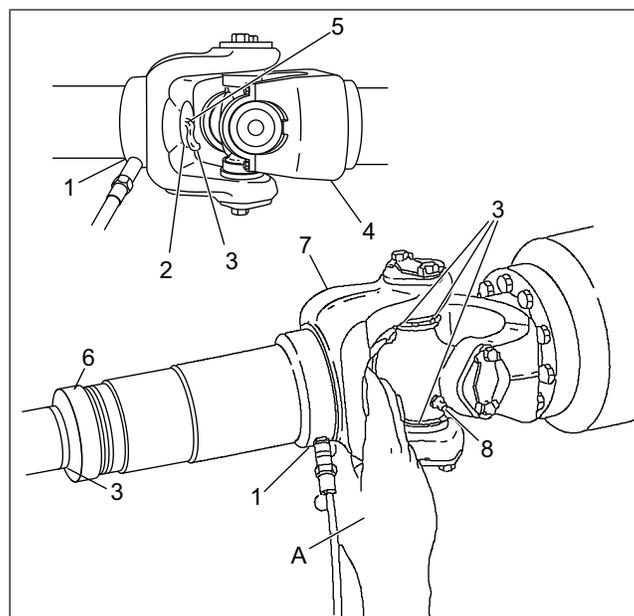

Figura 5, Lubricación de la junta deslizable y la junta universal
9. En el caso de los ejes cardán con juntas deslizables, asegúrese de que el tapón del yugo no esté flojo o falte. Vea la **Figura 5**. Repare o re-
2. Limpie toda la grasa vieja y la suciedad de cada válvula de engrase de la junta universal. Vea la Figura 5.
1. Si la junta deslizable posee una válvula de engrase, limpie la grasa vieja y la suciedad de la misma. Vea la Figura 5.
2. Utilice una pistola de engrase de mano, o una pistola de alta presión con un adaptador para baja presión, para lubricar la junta deslizable. Agregue grasa multiuso para chasis (formulada con 12-hidroxiestearato de litio, grado 2 del NLGI, con aditivos EP) hasta que aparezca por el orificio de alivio de presión del tapón del yugo. A continuación tape el orificio de alivio con el dedo, mientras continúa aplicando grasa a presión con la pistola de engrase, hasta que aparezca grasa nueva por el sello de la junta deslizable. Vea la Figura 5. Esto asegura la completa lubricación de las estrías.